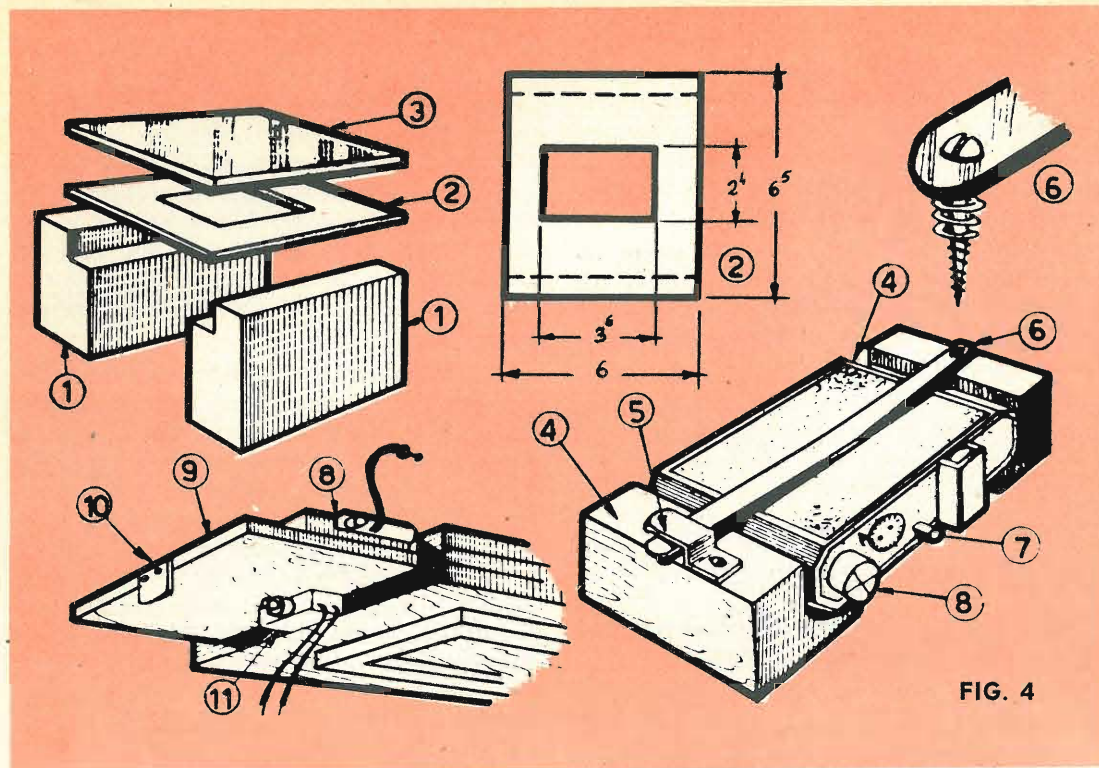

FIG. 4
gli spostamenti del pannello (4) devono farsi in un piano rigorosamente orizzontale. Trovate sulla figura 4 i dettagli di esecuzione di questo dispositivo pratico. Per realizzarlo, cominciate con lo svitare l'obiettivo dell'apparecchio e preparatagli due supporti (4 fig. 4) che rintaglierete dal legno duro o di balsa. Profilate questi blocchi orizzontalmente ed alla stessa altezza di maniera che l'apparecchio una volta installato, resta rigorosamente parallelo alla tavola di proiezione. Per mantenere l'apparecchio a posto, riunite i due blocchi (4) per mezzo di una barretta (6) proveniente da un vecchio negativo. Questa barretta può ugualmente essere ricavata da una lamiera di ferro dello spessore di mm. 0,8 o 1. Il suo punto d'articolazione sarà avvitato su una piccola molla di pressione (6). Quanto al dispositivo di messa a fuoco, occorre semplicemente un piccolo vetro smerigliato (3) la cui superficie trattata è rivolta verso il basso e disposta nel medesimo piano orizzontale del film.